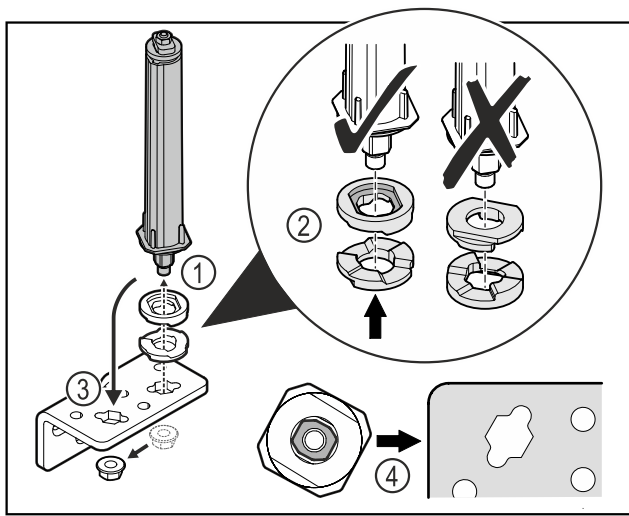

Fig. 34
- ▶ Lossa muttern och ta bort dörlåssystemet Fig. 34 (1).
- ▶ Se till att rikta brickorna för höjdjustering korrekt Fig. 34 (2).
- ▶ Flytta dörlåssystemet i gångjärnsfästet och fixera med muttern Fig. 34 (3).
- ▶ Kontrollera att dörlåssystemet är korrekt riktat vid monteringen Fig. 34 (4).